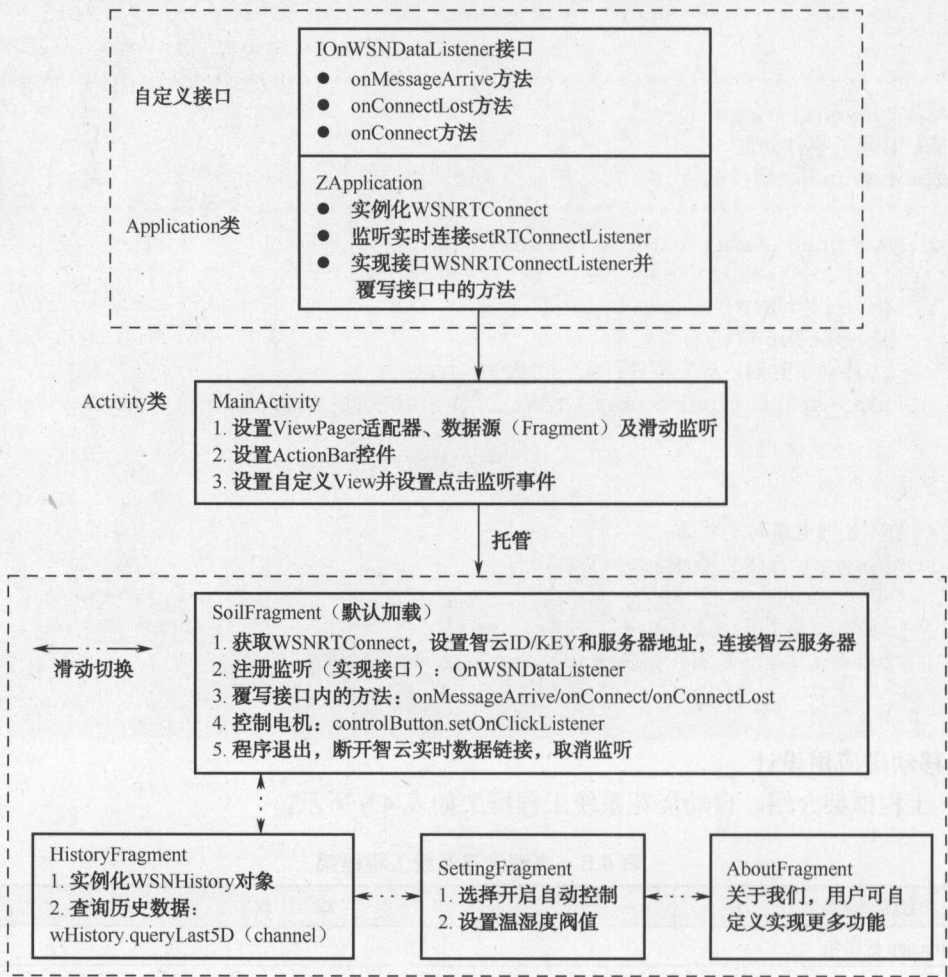

图 4.18 浇花系统程序设计逻辑
(2) 程序业务流程分析。自动浇花系统调用的是实时数据 API 接口和历史数据 API 接口，将采集类传感器和控制类传感器结合在一起，程序的实现流程如图 4.18 所示。